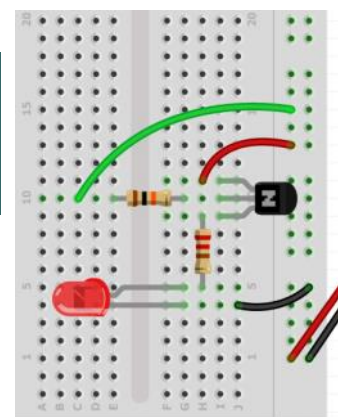

Abb. 5: Schaltung mit NPN-Transistor. Basis an +5V.
4. Das mittlere Bein des Transistors (die **Basis**) ist noch unbeschaltet. Wir ergänzen nun die Schaltung, indem wir vor die Basis einen 10 k Ω -Widerstand setzen und dessen andere Seite mit einem weiteren Kabel zuerst an +5V (Abb.5) und dann auch an GND (Abb.6) anschließen. Was macht dabei jeweils die LED?